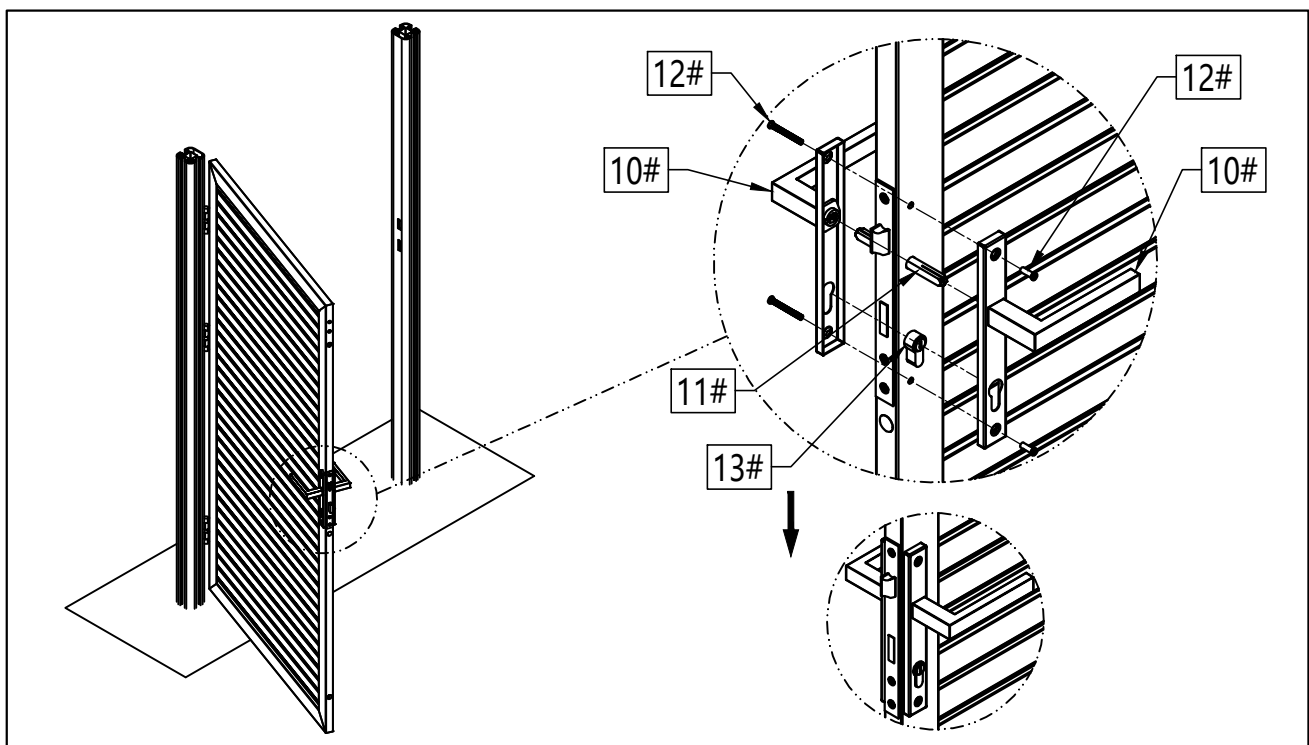

Abbildung 13
- 13 Bringen Sie den Griff (10#) Vierkant (11#) und dem Schließzylinder (13#) an und befestigen Sie ihn mit der Feststellschraube (12#), wie in Abbildung 13 dargestellt.